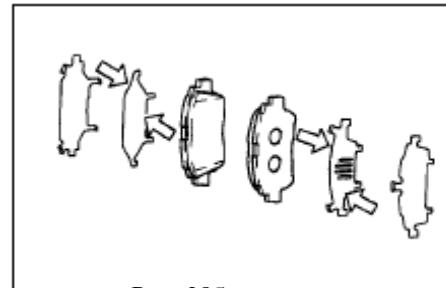

Рис. 285
(1) Нанесите смазку, применяемую для уменьшения скрипа тормозных механизмов, на обе стороны шумоизоляционной накладки(рис. 285).
(2) Установите шумоизоляционные накладки на все тормозные колодки.
(3) Индикатор износа тормозной колодки должен устанавливаться лицевой частью вверх. Устанавливайте вначале внутренние тормозные колодки, затем устанавливайте внешние.